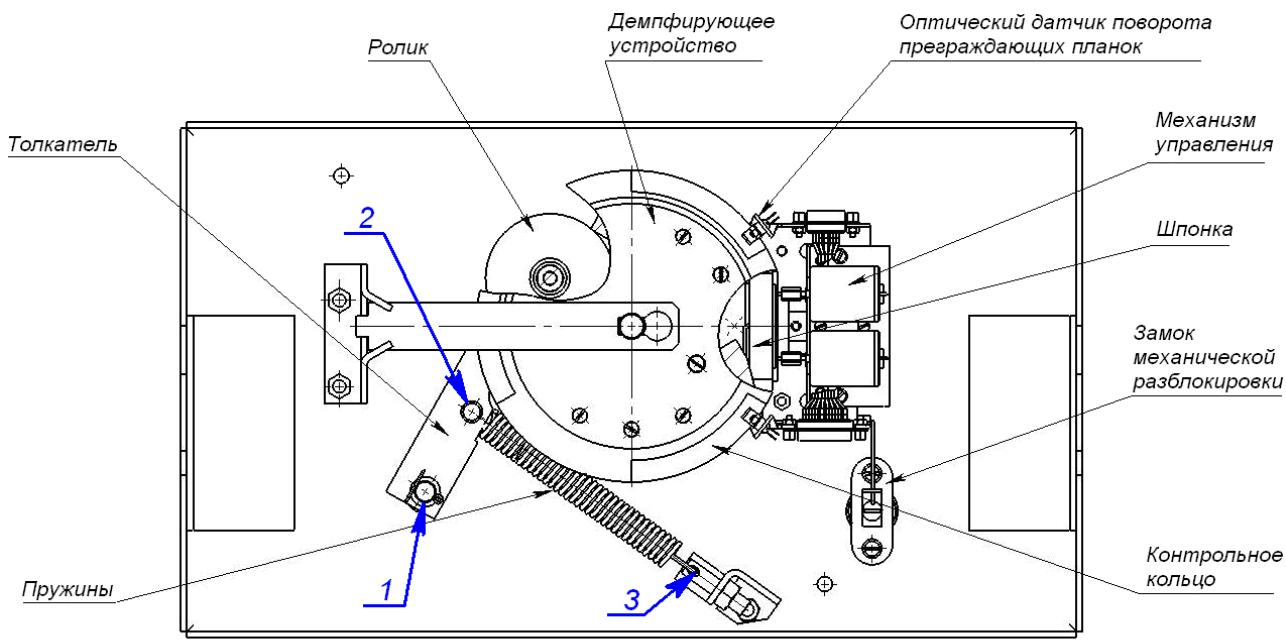

Рисунок 16. Расположение внутренних деталей и узлов стойки турникета
- Снимите крышку турникета (3) в соответствии с разд. 6.
- Открутите по две гайки М6, фиксирующих верхние части стенок внешних (2) на стойке турникета, после чего снимите стенки внешние, приподняв их вверх.
- Проведите визуальный осмотр устройства поворота (толкателя, пружин и ролика), оптических датчиков поворота преграждающих планок и демпфирующего устройства (см. рис. 16).
- четыре втулки на устройстве поворота (две – на оси вращения толкателя, две – на оси крепления пружин) и отверстия в деталях крепления пружин (см. рис. 16);